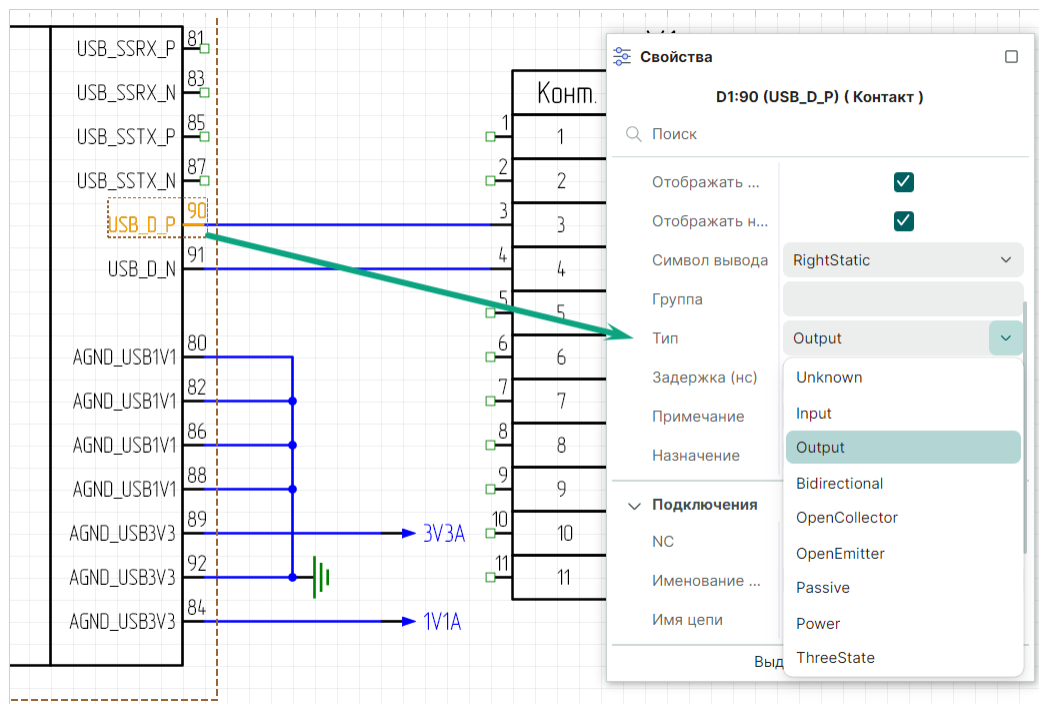

Рис. 139 Определение типа контакта элемента диффпарной цепи
2. В окне «Свойства» → «Вывод» → «Тип» выберите тип контакта Output, см. Рис. 139.